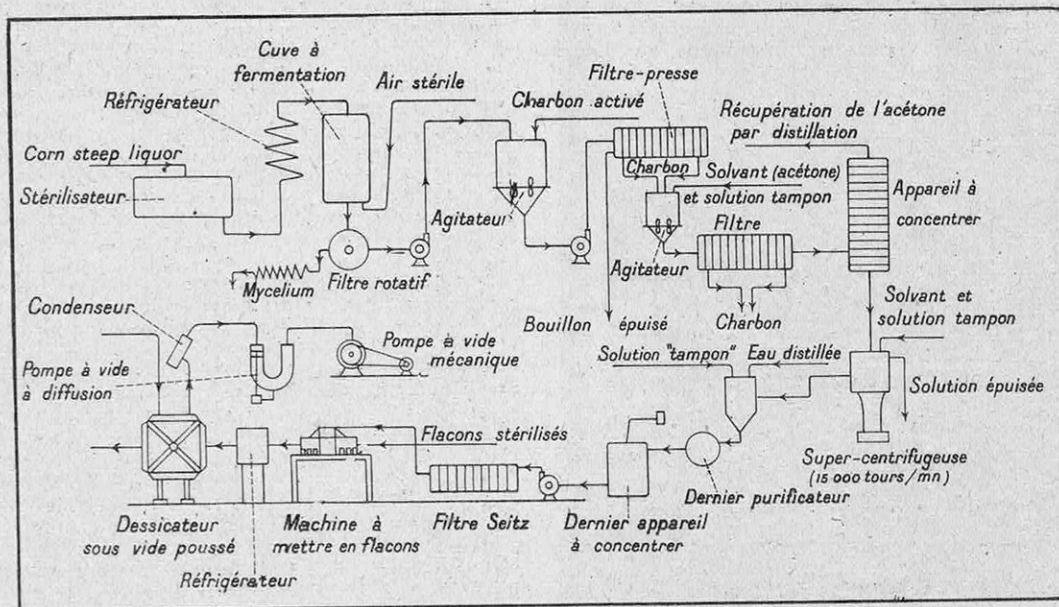

FIG. 5. — LE CYCLE DE LA FABRICATION DE LA PÉNICILLINE A L'USINE DE SPEKE (LIVERPOOL)
- 3° Le conditionnement en vue de la délivrance, par quantités dosées, aux utilisateurs (hôpitaux, pharmaciens, etc.) (fig. 5).